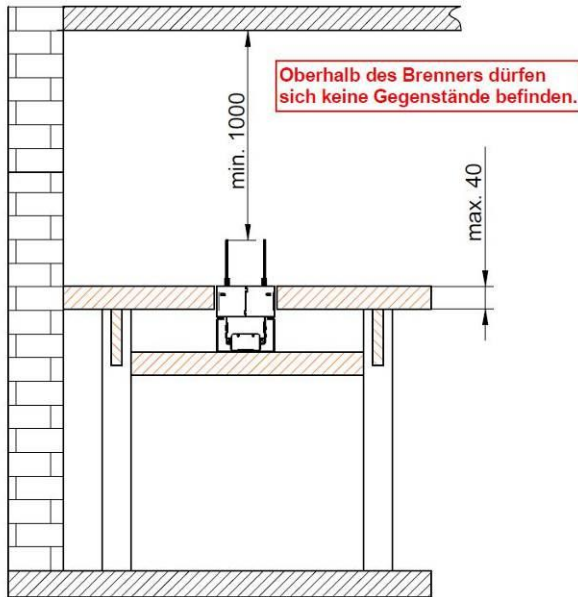
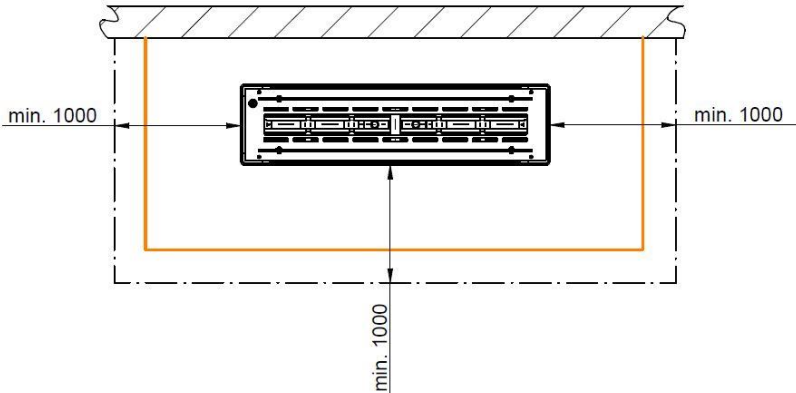

Abb. 6 Mindestabstand zur Decke
Abb. 7 Mindestabstände zu brennbaren Bauteilen
- Seitlichen ist ein **Mindestabstand von 1000 mm** (siehe Abb.7) zu brennbaren Bauteilen, Möbeln, Dekorationen oder Vorhängen einzuhalten, um ausreichend Wärmeschutz zu gewährleisten! Oberhalb des EBIOS-FIRE-Möbel, bis zur Zimmerdecke (**mind. 1000 mm**), dürfen sich **keine Gegenstände** befinden (siehe Abb. 6)!